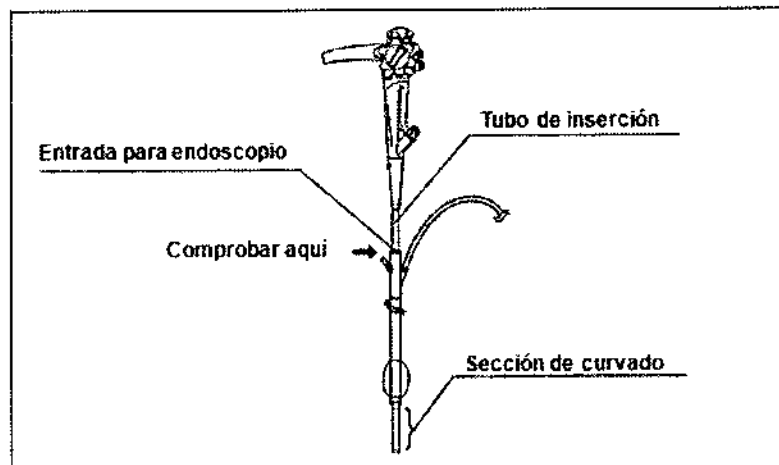

Figura 3.18
6. Introduzca la sección de inserción del endoscopio en la entrada para endoscopio del tubo de protección de un solo uso de forma que la sección de curvado salga del extremo distal del tubo de protección de un solo uso (véase la figura 3.18).
7. Coloque el extremo distal del tubo de protección de un solo uso justo antes de la sección de curvado del endoscopio y compruebe la posición de la entrada para endoscopio del tubo de protección de un solo uso y el tubo de inserción del endoscopio. Este lugar indica el límite de inserción del endoscopio en el tubo de protección de un solo uso (véase la figura 3.18).